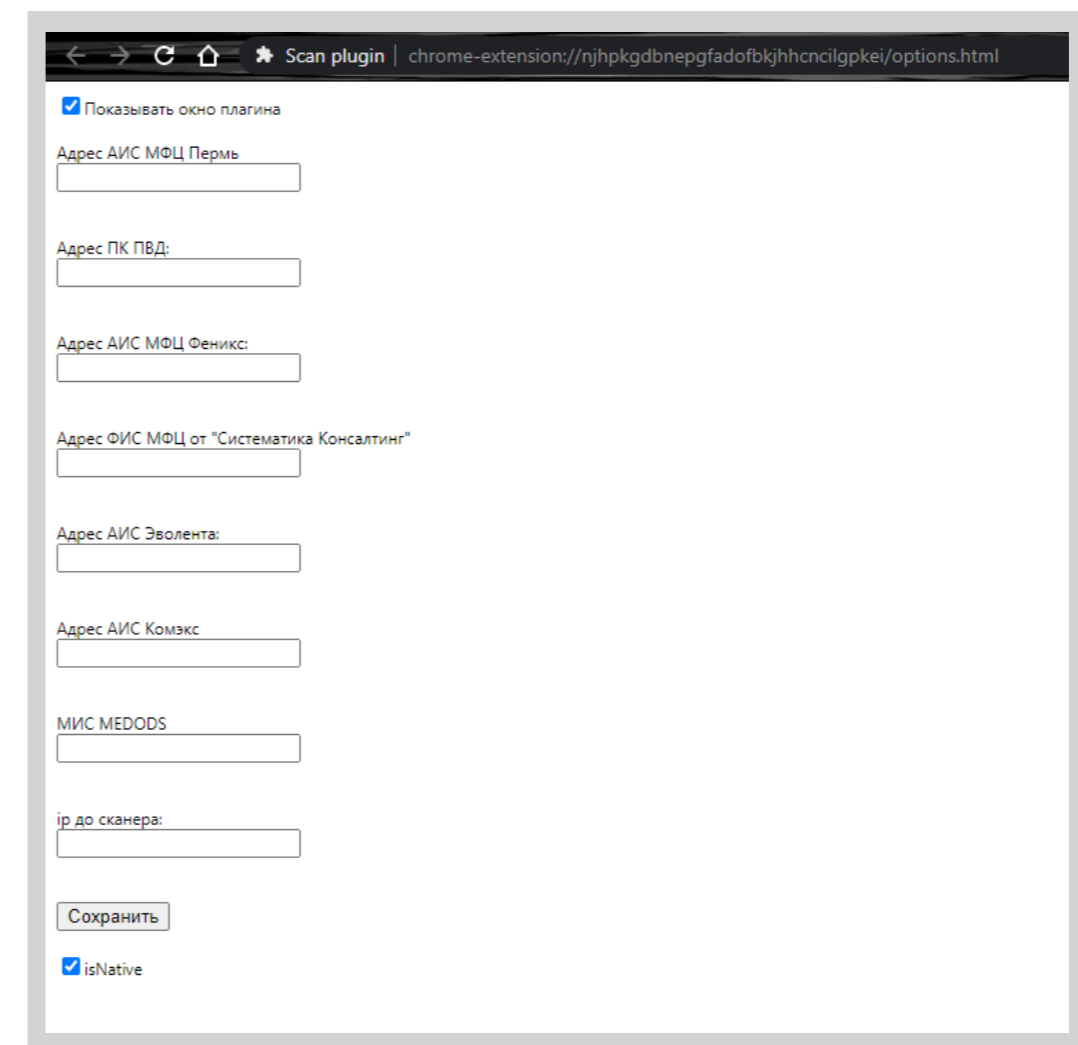

Рисунок 28. Параметры расширения Scan plugin
6. В открывшемся окне (рис. 28) необходимо прописать адрес вашей информационной системы в соответствующей строке. Заполните строку **ip до сканера**, указав IP-адрес рабочего места, к которому подключен сканер.
Для того, чтобы плагин не отображался в окне браузера, снимите флажок с опции **Показывать окно плагина** (в параметрах расширения, рис. 28).